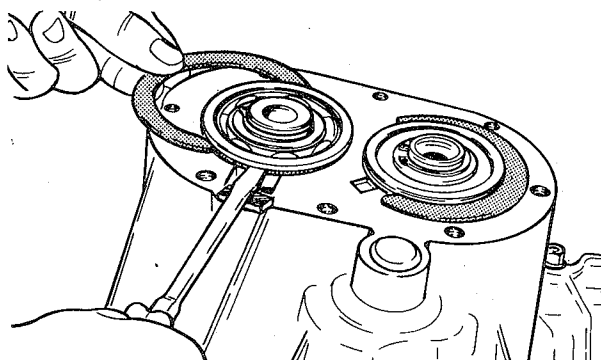

fig. 100
15. Instalar os anéis-trava das capas dos rolamentos primário e secundário. Para facilitar a instalação das travas, levantar ligeiramente as árvores pelos rasgos das capas dos rolamentos, com uma chave de fenda devidamente calçada com um pedaço de madeira, de modo a evitar que a carcaça se danifique (fig. 100).